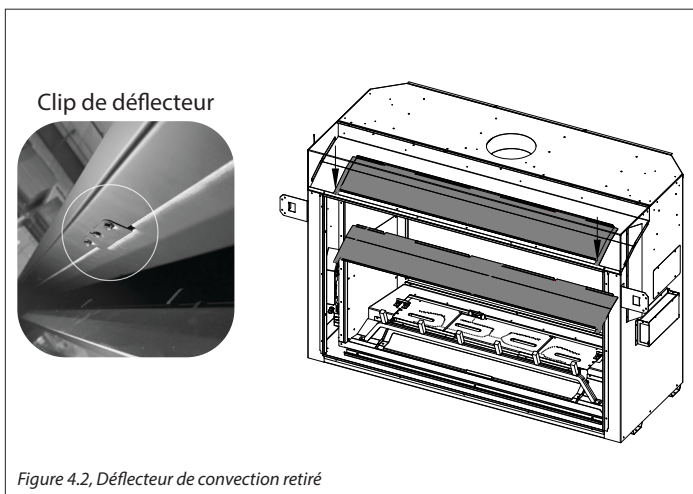

Figure 4.2, Déflecteur de convection retiré
1. Le déflecteur est fixé par le clip de déflecteur par (2) vis situé au centre avant, et par (2) vis juste derrière le bord supérieur de l'ouverture du foyer (voir Figure 4.2). Recyclez ce panneau si vous n'en avez plus besoin.